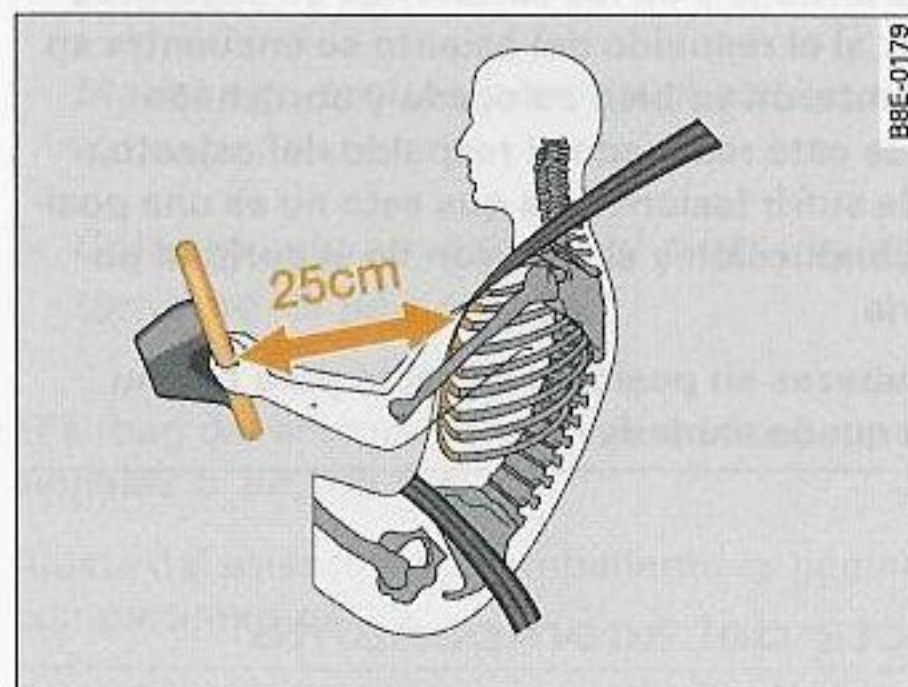

Fig. 170 Distancia correcta entre conductor y volante
- Ajuste el volante de manera que exista una distancia mínima de 25 cm entre el volante y el pecho ⇒ fig. 170.
- Ajuste el asiento del conductor de manera que exista una distancia de al menos 25 cm entre el pecho del conductor y el centro del volante ⇒ *página 209*, fig. 170. Si la distancia es inferior a 25 cm, el sistema de airbag no le podrá proteger correctamente.